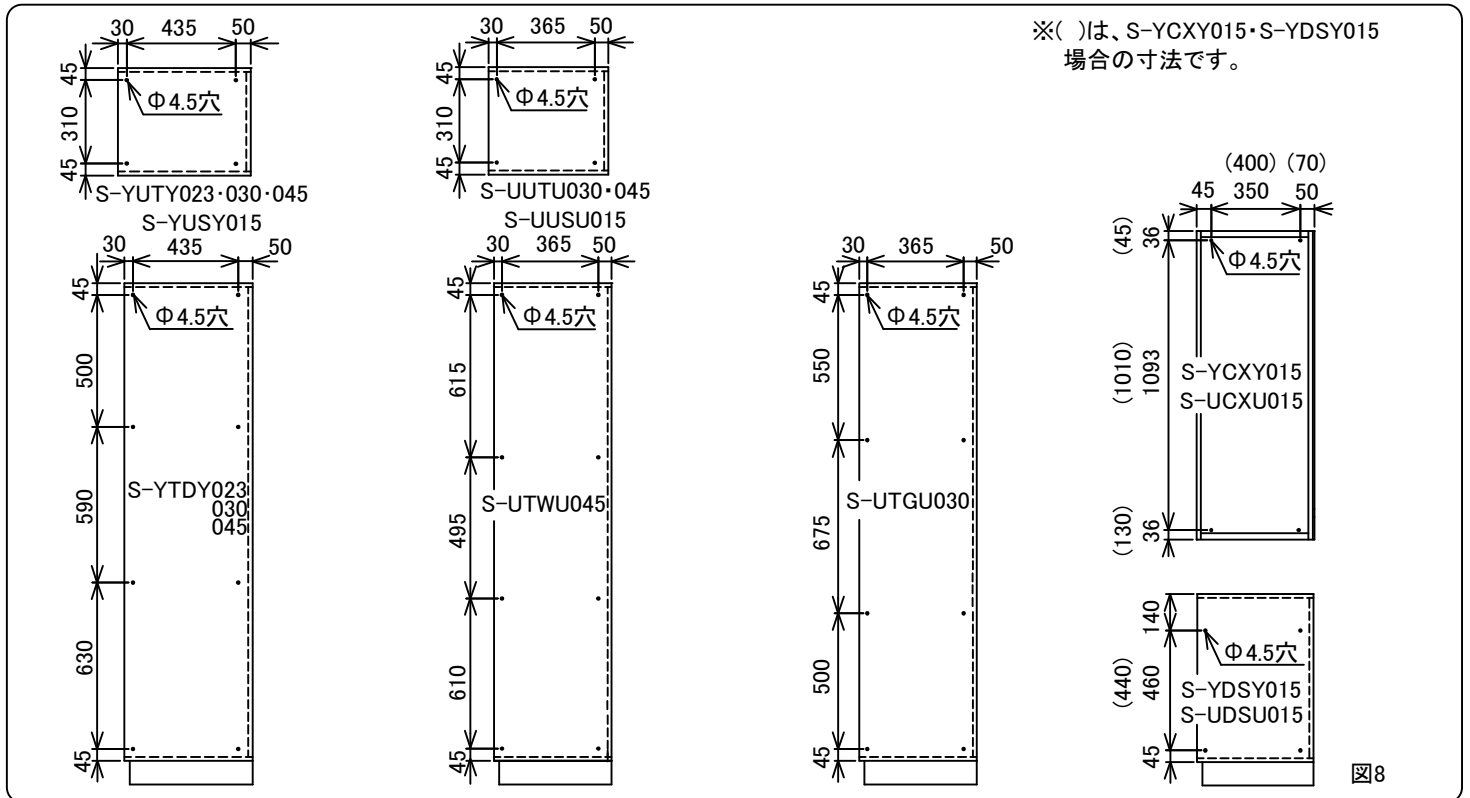

図8
②キャビネットに下穴(φ4.5穴)を加工してください。(図8)